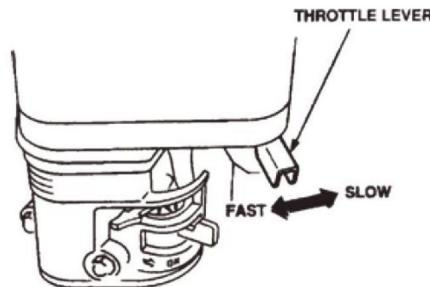

RYS.10
- 9.6 Chwyć uchwyt rozrusznika (RYS. 10) i powoli go wyciągnij. Opór